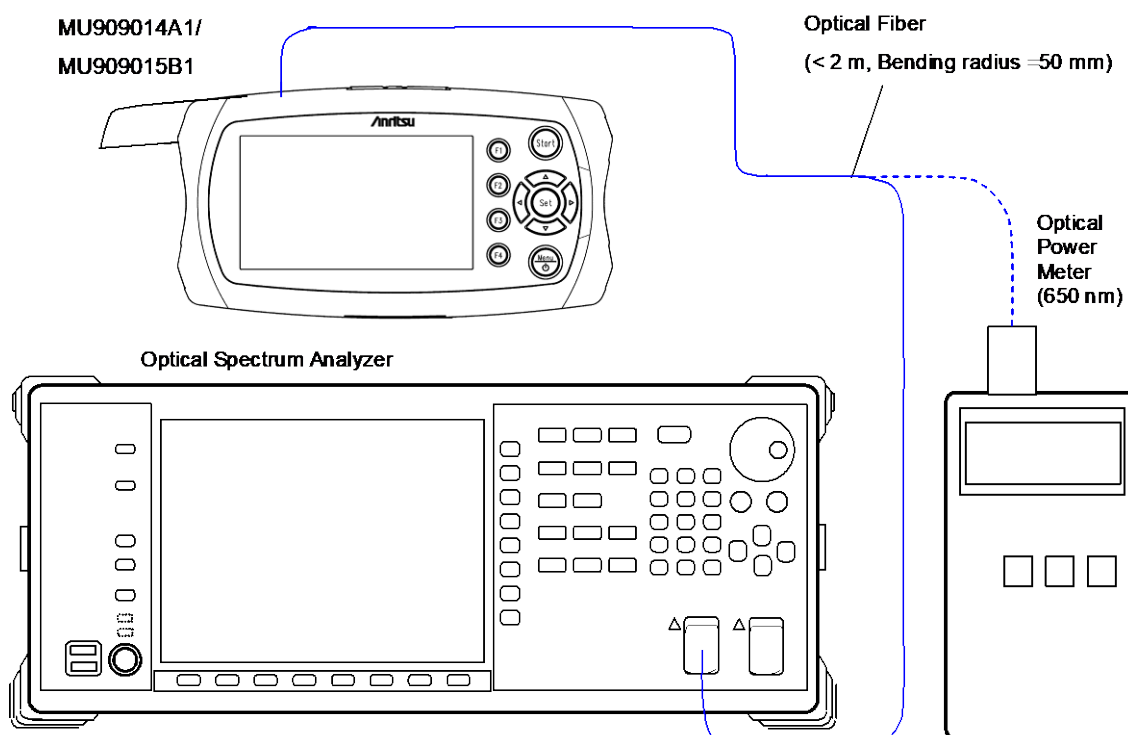

図11.1.8-1 光パワーレベルとVFLテストの波長の接続図
1. 機器を図11.1.8-1のとおりに接続します。
8. 図11.1.8-1 のとおり光パワーメータに本器の VFL 出力を接続します。